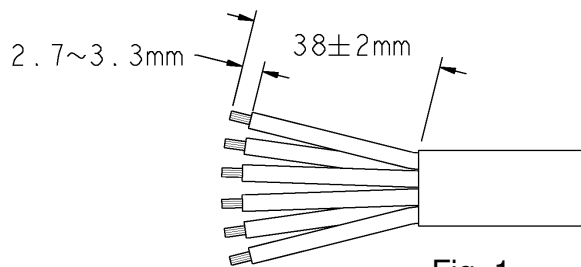

Fig. 1
1) ケーブルジャケットと芯線を Fig.1 に示す寸法で被覆剥きしてください。芯線に傷をつけない様注意し、傷がついたり、一部が切断した場合はやり直してください。
1) Strip the cable jacket and insulation of the wires in accordance with Fig. 1. Do not cut or damage the wires/cable. Cut cable end and retry if the cable or wires are cut off or damaged.